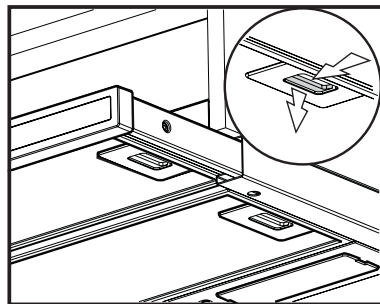

Рис. 1
2. Выньте загрязненные жировые фильтры, потянув ручки назад, а затем вниз (**Рис. 1**).
2. Выньте жировые фильтры (**Рис. 1**).
5. Установите жировые фильтры на место (**Рис. 1**).